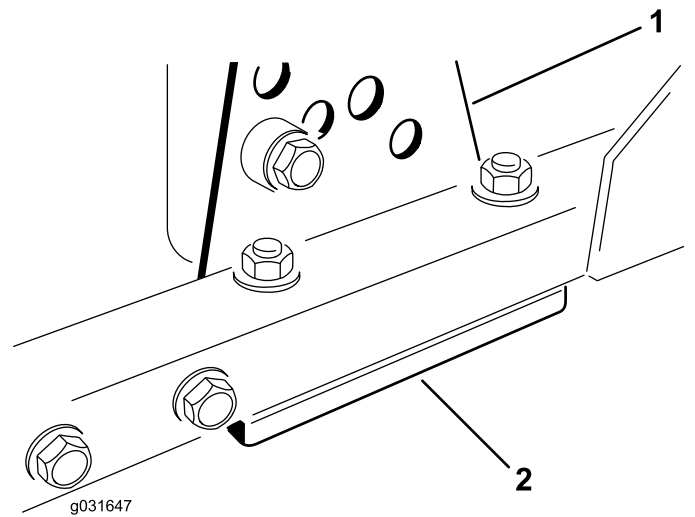

Bild 72
1. Entfernen Sie die Schnitthöheinstalterung (vorne, links oder rechts) vom Mähwerkrahmen (Bild 72).
2. Führen Sie 1,5-mm- und/oder 0,7-mm-Beilagscheiben zwischen dem Mähwerkrahmen und der Halterung ein, um die gewünschte Schnitthöhe zu erhalten (Bild 72).
3. Befestigen Sie die Schnitthöheinstalterung mit den restlichen Beilagscheiben unter der Schnitthöheinstalterung am Mähwerkrahmen (Bild 72).